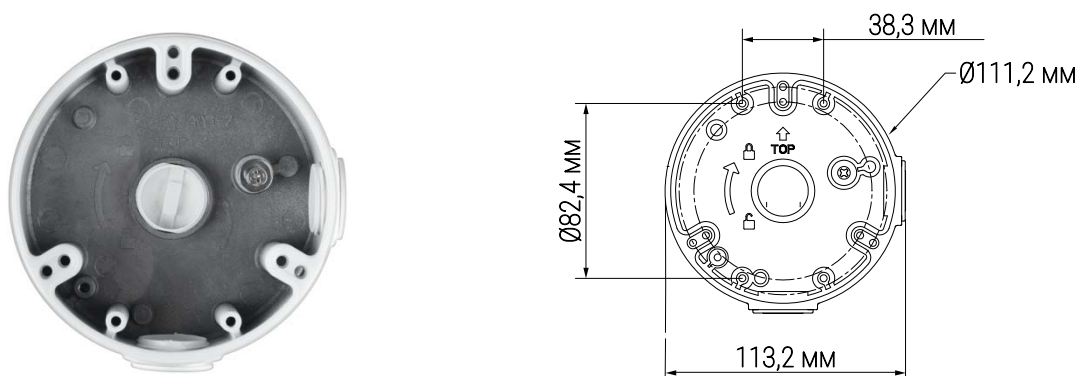
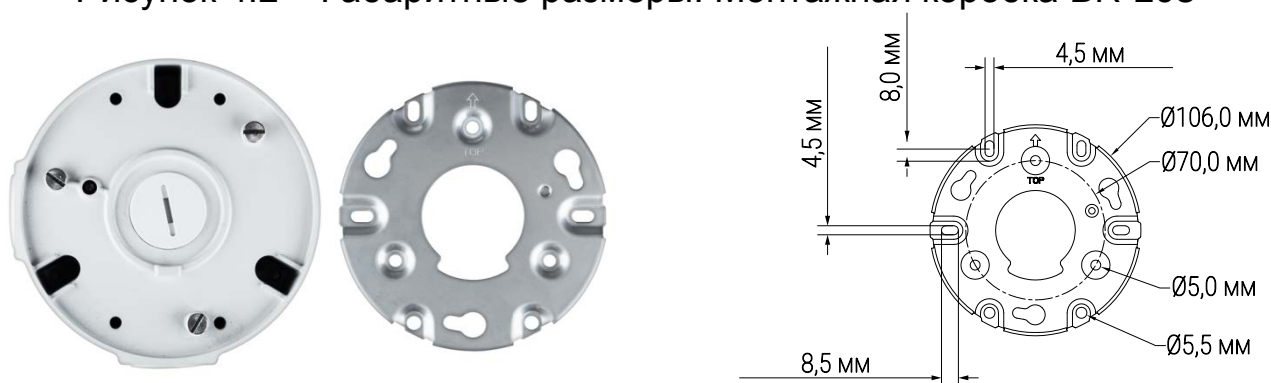

Рисунок 4.2 – Габаритные размеры. Монтажная коробка BR-205
Рисунок 4.3 – Габаритные размеры. Крепёжная пластина BR-205
1. Выберите место крепления монтажной коробки с учётом габаритных размеров изделия (Рисунок 4.2), монтажного основания изделия (Рисунок 4.3) и удобства работы с монтажным инструментом. Убедитесь, что монтажная поверхность способна выдерживать трехкратный вес камеры и монтажной коробки.